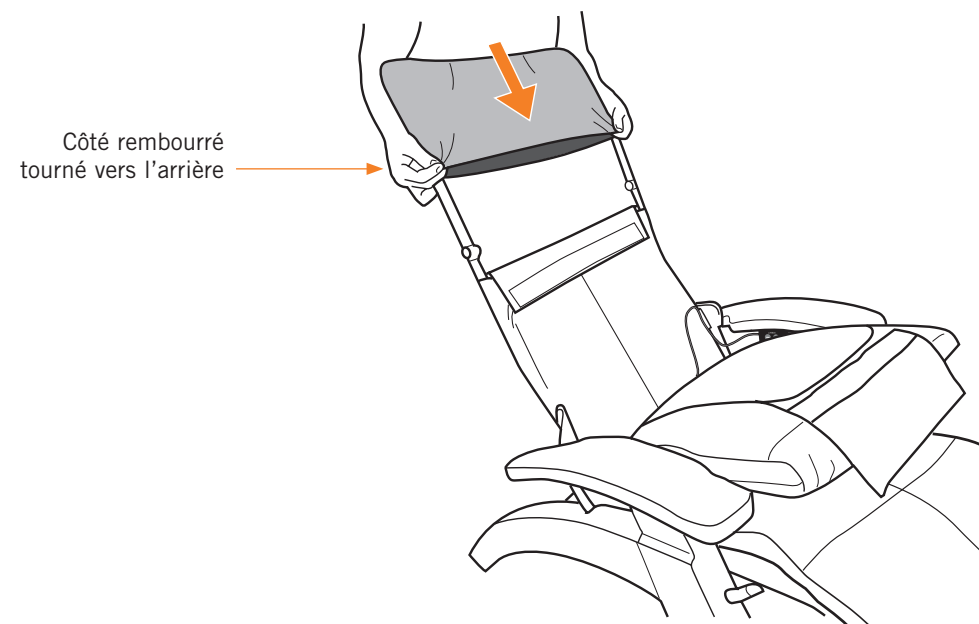

Fig.27
1. Glissez la housse de tête sur le cadre d'appui-tête, avec le côté rembourré faisant face au l'arrière (Fig.27).